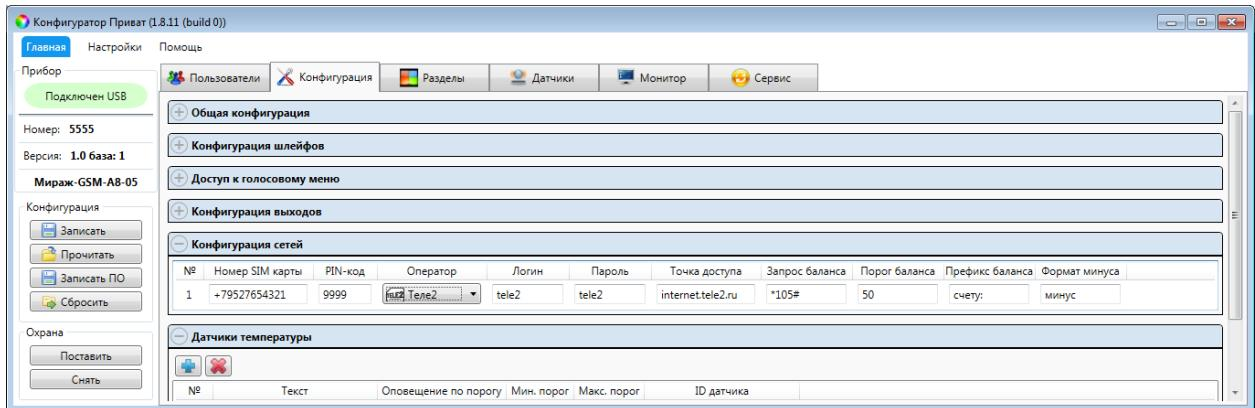

Рисунок 7.28 – Блок Конфигурация сетей
- Нажмите кнопку в блоке Датчики температуры (см. рисунок 7.28).